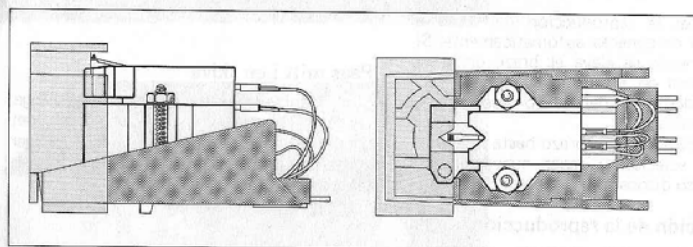

Fig. 15
1. Zur Montage des Tonabnehmersystems lösen Sie den Systemträger (5) vom Tonarm, indem Sie den Tonarmgriff (4) nach hinten drücken. Halten Sie dabei den Systemträger fest, da er nach Öffnen der Verriegelung herunterfällt.
2. Befestigen Sie das Tonabnehmersystem unter Verwendung des dem Tonabnehmersystem beigegebenen Zubehörs auf dem Systemträger. Zu beachten ist, daß das Tonabnehmersystem mit der Systemlehre am geometrisch richtigen Ort für die Abtastnadelspitze im Systemträger montiert wird (Fig. 15).